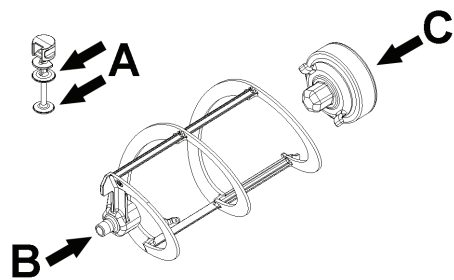
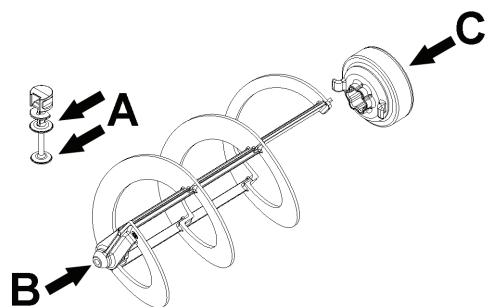

figure 9
figure 10
- 2 Lubrifier le piston du robinet, le joint hexagonal et le mélangeur aux points indiqués dans la (voir figure 9) (NG6) o (voir figure 10) (NG10). Utiliser uniquement la graisse fournie avec la machine ou une autre **graisse prévue pour un usage**
3 Remettre le robinet en place sur le bac en effectuant les opérations de la (voir figure 9) (voir figure 10) en sens inverse.